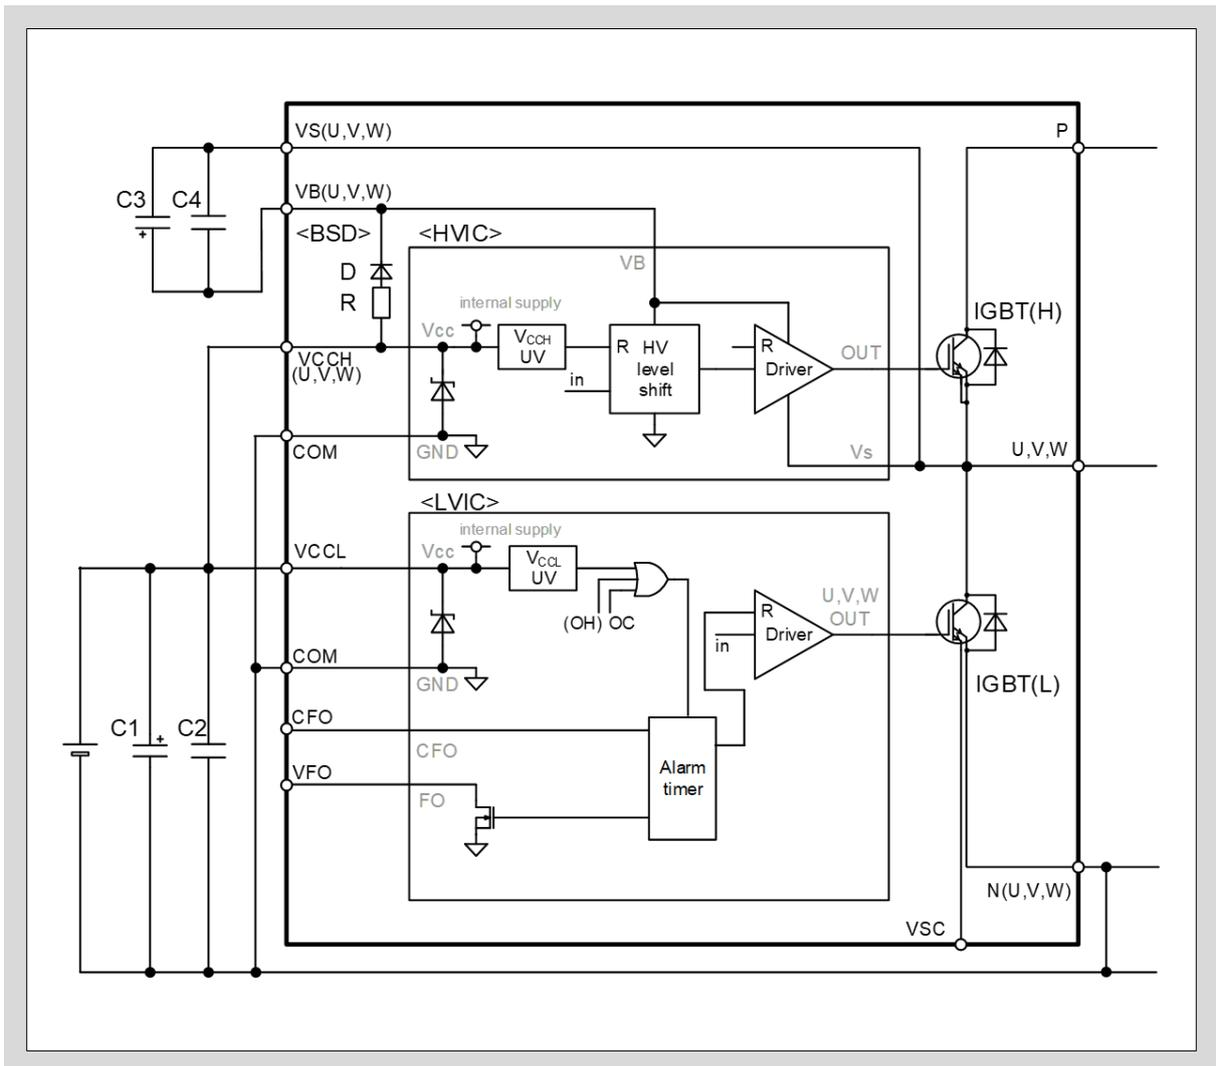

图3-1 上桥·下桥控制电源  $V_{CCH(U,V,W)}$ ,  $V_{CCL}$  的欠压保护电路
- 图3-1是控制电源 ( $V_{CCH(U,V,W)}$ ,  $V_{CCL}$ ) 的欠压保护电路示意框图。
- 如图3-1 所示,  $V_{CCH(U,V,W)}$ -COM 和  $V_{CCL}$ -COM 引脚间通过二极管连接。这些二极管是为了保护本产品免受浪涌电压影响而内置的。如果将其作为稳压管使用, 可能会导致本产品损坏, 因此请不要将其作为稳压管用于电压钳位。